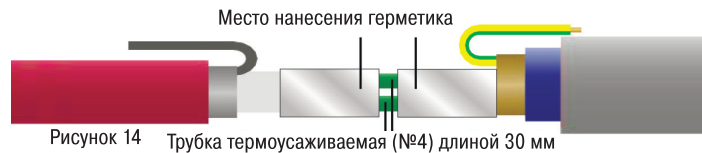

Рисунок 14
5. Надвинуть на полученное соединение трубки термоусаживаемые №4 и усадить их при температуре +140 °С в течение 30-40 сек. Затем нанесите герметик шириной 5-7 мм по окружности кабеля в указанных местах (рис. 14).